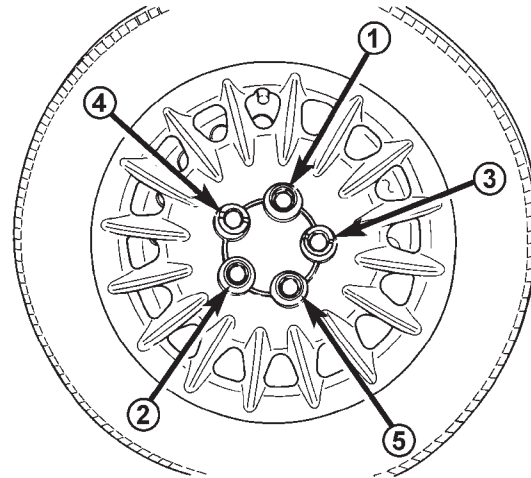

Abb. 20 Reihenfolge beim Festziehen der Radmutter
(5) Alle fünf Radmutter schrittweise und in der vorgeschriebenen Anzugsreihenfolge (Abb. 20) mit einem Anzugsmoment von 135 N·m (100 ft. lbs.) festziehen. Radmutter und Radbolzen auf keinen Fall einölen oder einfetten.